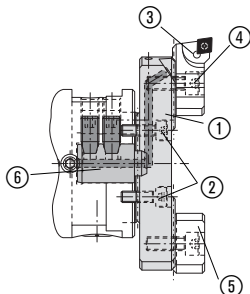
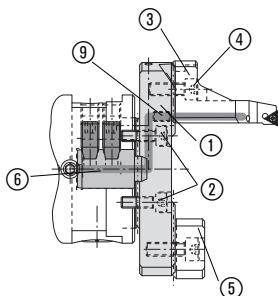
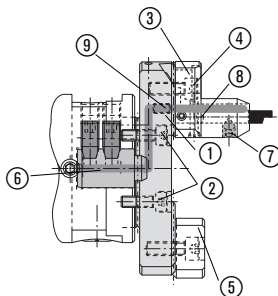

Fig. 5: Alésage diamètres 68 – 208 mm
Fig. 6: Détourage diamètres 2 – 114 mm
Fig. 7: Gorges axiales jusqu'au diamètre 136 mm (Auto équilibrage avec contre-poids de dia. 24 mm)
**Coulisseaux à face striée avec l'alimentation lubrification (p. 20), porte plaquettes pour l'alésage (Fig. 5), porte plaquettes de détourage (Fig. 6) comme porte plaquettes pour gorges axiales (Fig. 7) et contrepoids.**
Pour le montage de l'arête de coupe sur l'adaptateur (Fig. 7) le positionnement de l'arête est assuré par la surface en bout ⑧ et sa fixation avec une goupille filetée ⑦ sur la surface en biais (couple de serrage 4 Nm).